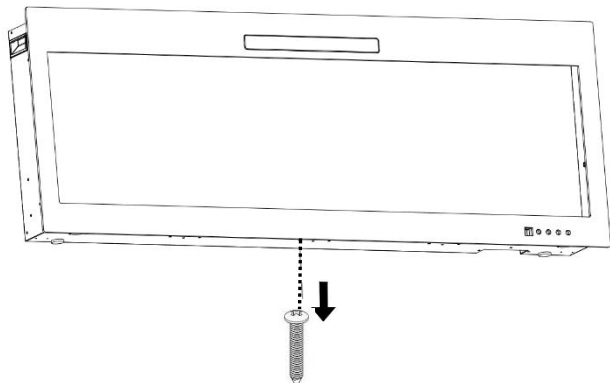

Fig 4-1
A. Retirez la vis argentée située au bas de l'appareil. (**Fig 4-1**). Mettez la vis de côté.